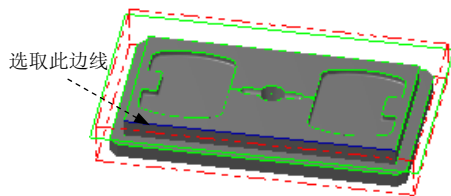

图 20.18 选取区域
Step2. 设置加工区域。在图形区中选取图 20.18 所示的边线, 在“串连选项”对话框中